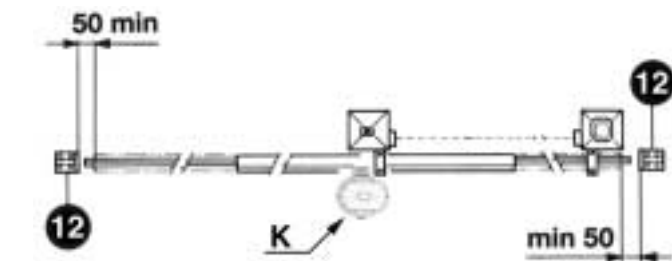

Abb. 2
- Ausser der elektrischen und mechanischen Endscharter, die mit der Steuerung verbunden werden ist es ratsam einen festen Endscharlagpunkt am Boden zu befestigen. Der im gegeben Fall einer Fehlfunktion der elektronik den Antrieb mit seinen kinetischen und statischer Groesse zum halten bringt (Bild 2 - punkt 12).
Es ist notwendig, am Ende der Föhrung zwei mechanische Stoppvorrichtungen zu befestigen (12) (Abb. 2).